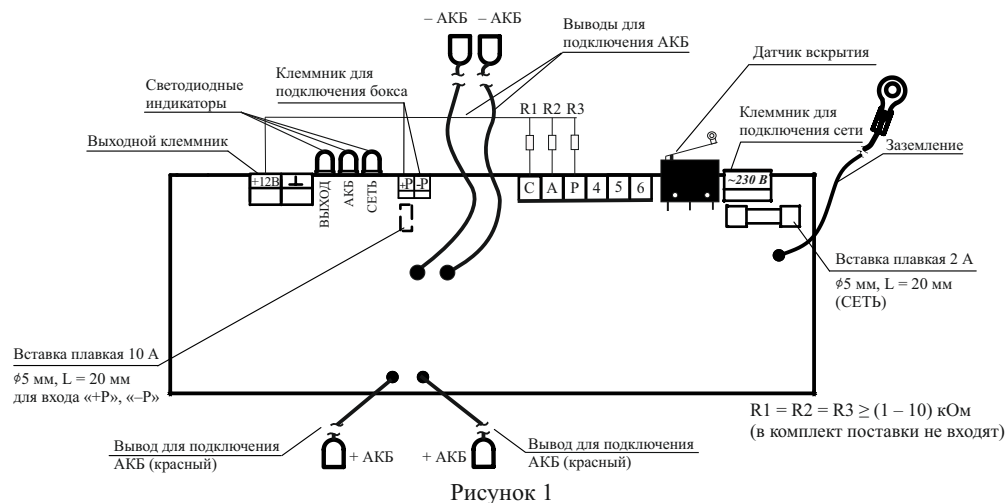

Рисунок 1
При закрытии крышки источника питания срабатывает концевой выключатель, который производит изменение состояния на клеммах «4», «5» и «6» (рисунок 1). При нажатии рычага концевой выключателя контакты «4» и «5» замкнуты, а «4» и «6» разомкнуты. При открытой крышке контакты «4» и «5» разомкнуты, а «4» и «6» замкнуты.
6.4 Для подключения источника следует использовать провода с максимальным сечением согласно п. 2.15. Подключение источника (рисунок 1) производить в следующей последовательности: